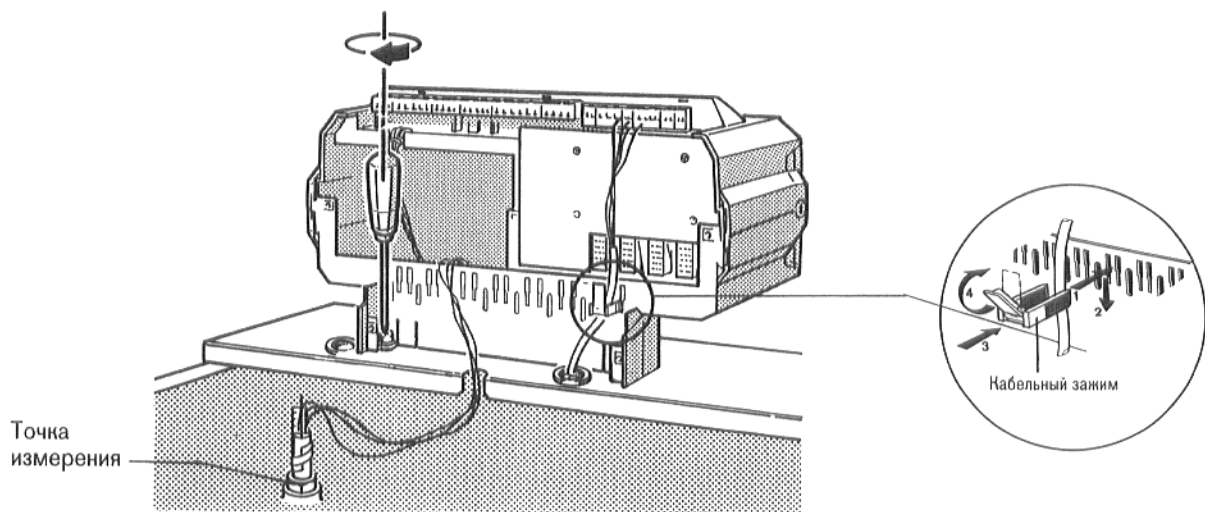

Рис. 26
Вставить кабельный зажим с вложенным проводом в раму кабельных зажимов и закрепить зажав рычажок (рис. 26).
- Привинтить, соответственно рис. 26, цоколь регулятора в кабельном вводе двумя винтами из листового металла слева и справа на переднем кожухе котла.
- Раскрутить провод датчика и проложить к точке измерения (рис. 26). Капиллярные трубки необходимо прокладывать так, чтобы они не прикасались к горячим деталям котла.